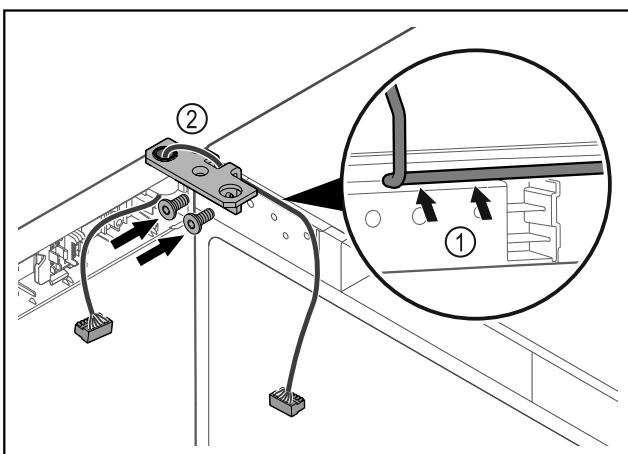

Fig. 47
- ▶ Pasar el cable por la escotadura de la escuadra de bisagra y tenderlo con cuidado Fig. 47 (1).
- ▶ Atornillar la escuadra de bisagra Fig. 47 (2).